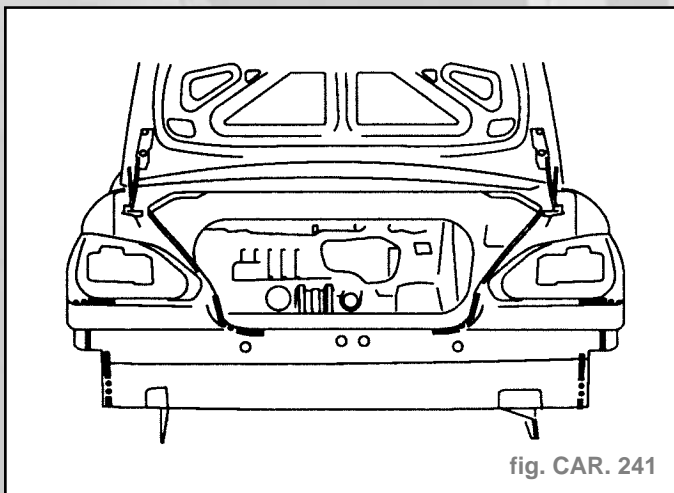

fig. CAR. 241
- Découper à l'aide d'une meule épaisseur 6 mm (fig. CAR 241)